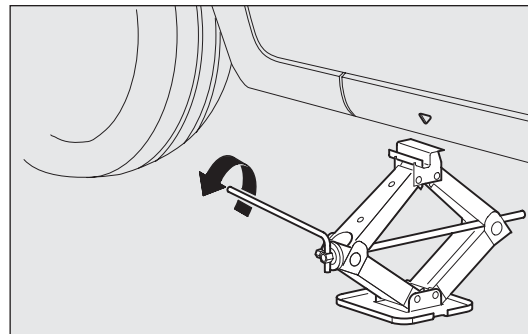

fig. 135
- actionner le cric en utilisant le bouton (désolidariser la manivelle du clip et du trou sur l'écrou) afin de l'ouvrir partiellement fig. 135, puis le placer sous le véhicule au niveau des repères A-fig. 136 près de la roue à remplacer.